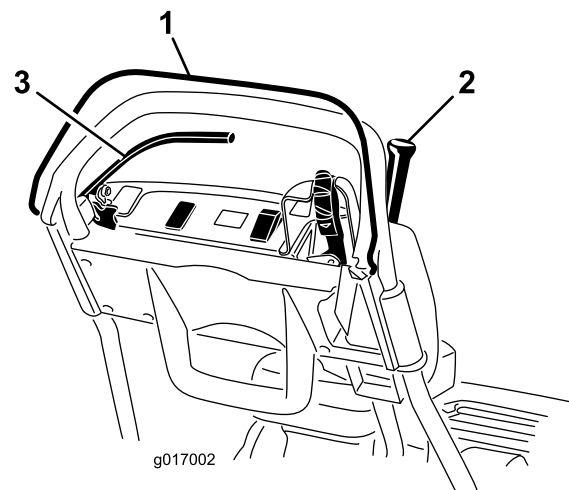

图27
- 放开操作员到位控制装置后，尝试接合牵引杆（图27）。牵引杆应该不能接合。如果牵引杆能够接合，则需要对联锁系统进行维修。请在操作之前解决该问题。请参阅 维护牵引联锁开关（页码 26）。
- 压下操作员到位控制装置并接合牵引杆，然后松开操作员到位控制装置（图27）。牵引杆应脱离。如果牵引杆不能分离，则需要对联锁系统进行维修。请在操作之前解决该问题。请参阅 维护牵引联锁开关（页码 26）或 调整驱动控制装置（页码 29）。
- 压下操作员到位控制装置并将换挡控制杆移至左侧，接合牵引和滚刀驱动装置，然后松开操作员到位控制装置（图27）。牵引杆应脱离。如果牵引杆不能分离，则需要对联锁系统进行维修。请在操作之前解决该问题。请参阅 维护牵引联锁开关（页码 26）、调整驱动控制装置（页码 29）或 调整滚刀控制装置（页码 29）。
- 压下操作员到位控制装置并将换挡控制杆移至左侧，接合牵引和滚刀驱动装置，将换挡控制杆移至右侧，分离滚刀驱动装置（图27）。滚刀驱动装置应分离。如果牵引杆不能分离，则需要对联锁系统进行维修。请在操作之前解决该问题。请参阅 调整滚刀控制装置（页码 29）。
2. 压下操作员到位控制装置，接合牵引杆并使发动机控制装置处于启动位置（图27）。尝试启动发动机。发动机不应启动。如果发动机启动了，则需要对联锁开关进行维修。请在操作之前解决该问题。请参阅 维护牵引联锁开关（页码 26）。
2. 分离牵引杆，接合刹车并使发动机控制装置处于启动位置（图27）。尝试启动发动机。发动机应该能够启动。如果发动机没有启动，则需要对联锁开关进行维修。请在操作之前解决该问题。请参阅 维护刹车联锁开关（页码 27）。
3. 发动机运行时，接合刹车（而非手刹），压下操作员到位控制装置并接合牵引杆（图27）。发动机应慢慢减速，但不应熄火。如果发动机快速熄火，则需要对联锁开关进行维修。请在操作之前解决该问题。请参阅 维护刹车联锁开关（页码 27）。
4. 发动机运行时，接合手刹锁定装置，压下操作员到位控制并接合牵引杆（图27）。发动机应该熄火。如果发动机没有熄火，则需要对联锁开关进行维修。请在操作之前解决该问题。请参阅 维护刹车联锁开关（页码 27）。